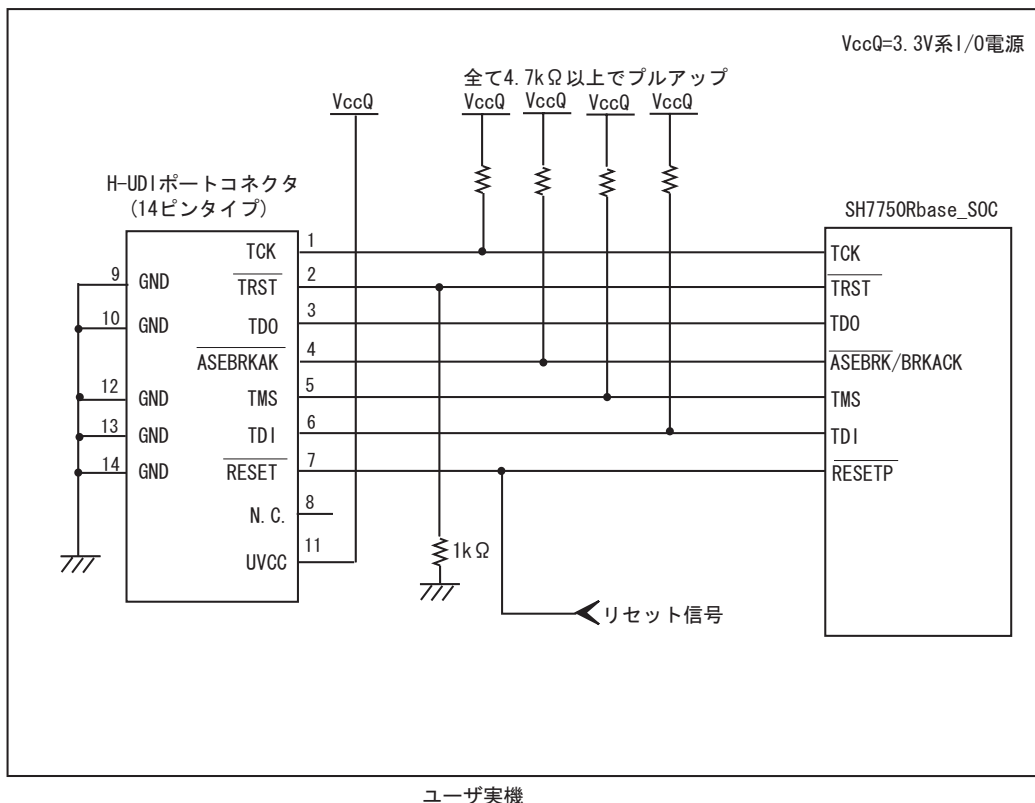
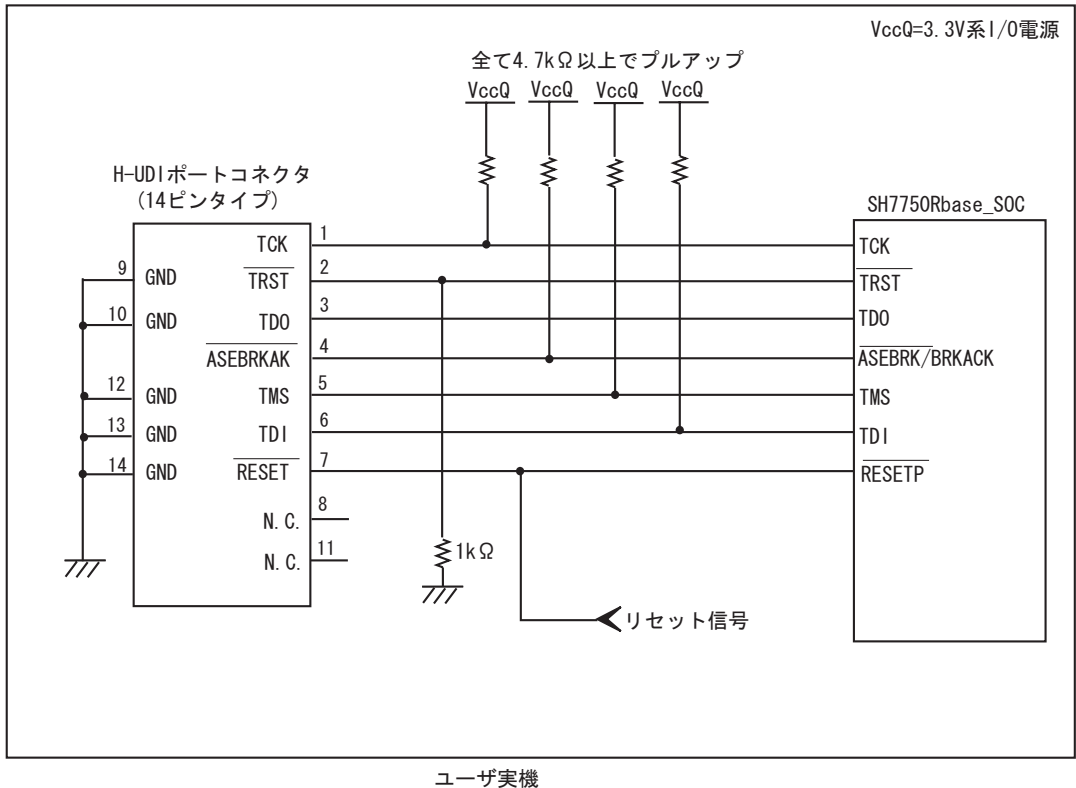

図 1.5 E10A-USB 使用時の H-UDI ポートコネクタ - チップ間の推奨接続例
図 1.6 E10A-USB 使用時の H-UDI ポートコネクタ - チップ間の接続例
E10A-USB エミュレータ使用時の H-UDI ポートコネクタ(14 ピンタイプ)とチップ間の推奨接続例を図 1.5、UVCC 未接続時の接続例を図 1.6 に示します。
5. 図 1.5, 図 1.6 に記載されている抵抗値は、参考値です。
- 図 1.5 推奨接続例で回路を組んだ場合の E10A-USB エミュレータのスイッチ設定: SW2=1, SW3=1
- 図 1.6 接続例で回路を組んだ場合の E10A-USB エミュレータのスイッチ設定：SW2=0, SW3=1 スイッチ設定の詳細は、「SuperH™ファミリ用 E10A-USB エミュレータユーザーズマニュアル 3.8 DIP スイッチの設定」を参照してください。